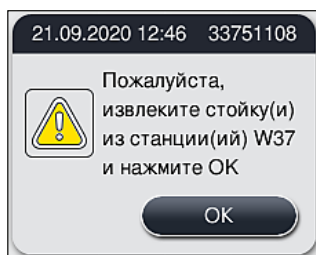

Рис. 126
4. Для каждого штатива, который должен быть извлечен из прибора, на экране отображается соответствующее сообщение (→ "Рис. 126"). Откройте кожух и извлеките штатив из станции, указанной в сообщении. Подтвердите извлечение нажатием **OK**. Продолжайте до тех пор, пока все требуемые штативы не будут извлечены из прибора.